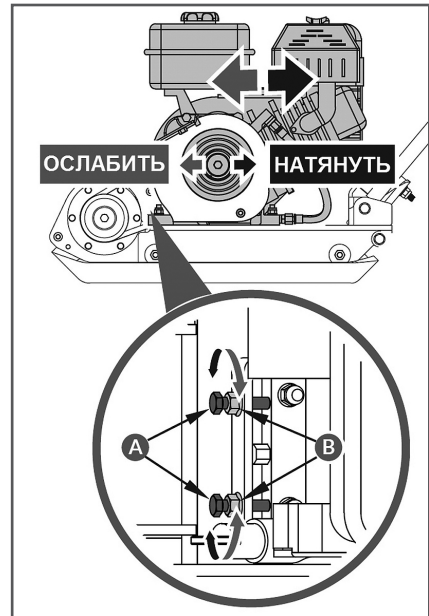

Рис. 31 Регулировка натяжения ремней РС6337F
- для натяжения ремней ослабьте затяжку контргаек В, после чего закрутите болты А натяжного устройства (Рис. 31);
- для ослабления ремней ослабьте затяжку контргаек В, открутите болты А натяжного устройства (Рис. 31) и сдвиньте двигатель к вибратору;